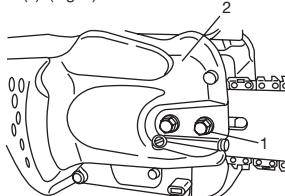

Fig. 1
1. Retirer l'écrou de blocage (1) du guide- chaîne.
2. Retirer le carter latéral (2) en maintenant la partie arrière du carter latéral (2). (Fig. 1)
Puis fixer provisoirement les écrous de serrage. (Fig. 1)